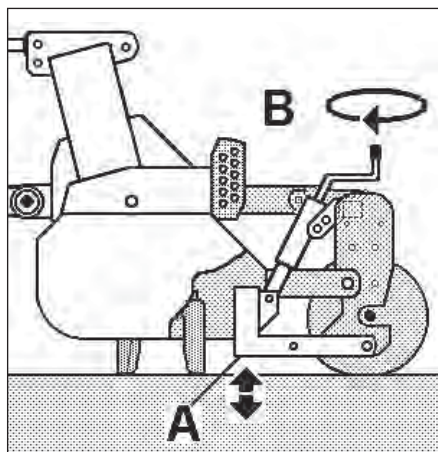

Fig. 30
- **livellare** orizzontalmente il terreno. L'affinamento maggiore si ottiene abbassando la barra, minore invece alzandola; la regolazione si effettua tramite il regolatore **B** (Fig. 30).
Registrazione della barra A (Fig. 30)
- **niveler le terrain horizontalement.** On peut obtenir un émiettement grand en abaissant la barre et en plus petit en la soulevant **B** (Fig. 30).
Registration de la barre arrière A (Fig. 30)
- **die horizontal Nivellierung** des Bodens. Eine höhere Entärtung erzielt man durch Senkung, eine niedrigere durch Hebung der Stange. Die Verstellung wird durch die kurbel **B** (Fig. 30) verwirklicht.
Einregulierung der stange A (Fig. 30)
- horizontally **levelling** the soil. A higher degree of crumbling is obtained by lowering the bar, while a lower degree is achieved by lifting it, the regulation is possible with the crank **B** (Fig. 30).
Adjustment of the bar A (Fig. 30)
La afinación mayor se consigue bajando la barra, menor en cambio levantándola; la regulación se efectúa trámite el regulador **B** (Fig. 30).
Registración de la barra A (Fig. 30)